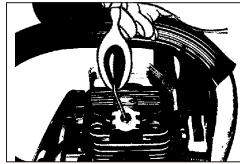

Fig. 19
5. Hell en teskje med ren totakters olje i forbrenningskammeret. Dra sakte i snorstarteren flere ganger for å smøre innvendige komponenter. Bytt ut tennpluggen. (Fig. 19)